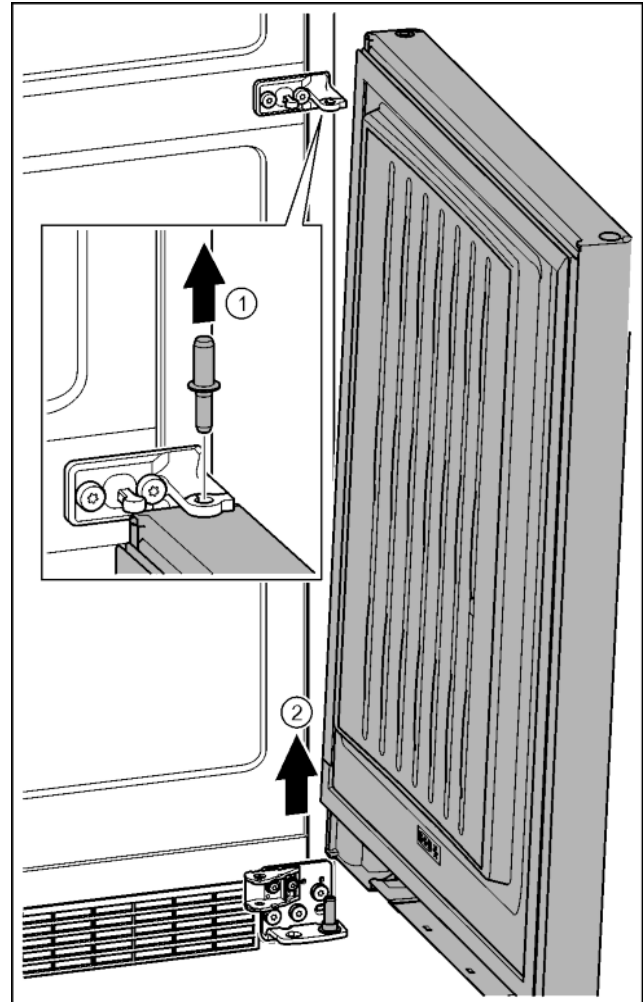

Fig. 24
- ▶ Bolzen nach oben herausziehen. *Fig. 24 (1)*
- ▶ Tür ausschwenken, nach oben ziehen und beiseite stellen. *Fig. 24 (2)*